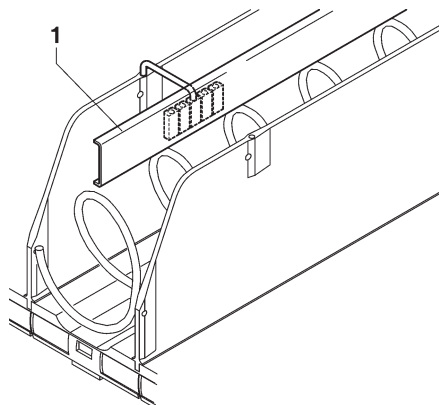

Fig. 8
- la distribución de productos especialmente “estrechos” Estos compartimientos se pueden reconocer por la presencia de un distanciador (véase la fig. 8).